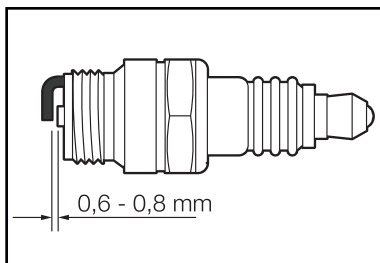

Рис. 22
- Зазор между электродами должен составлять 0,6-0,8 мм (рис. 22)